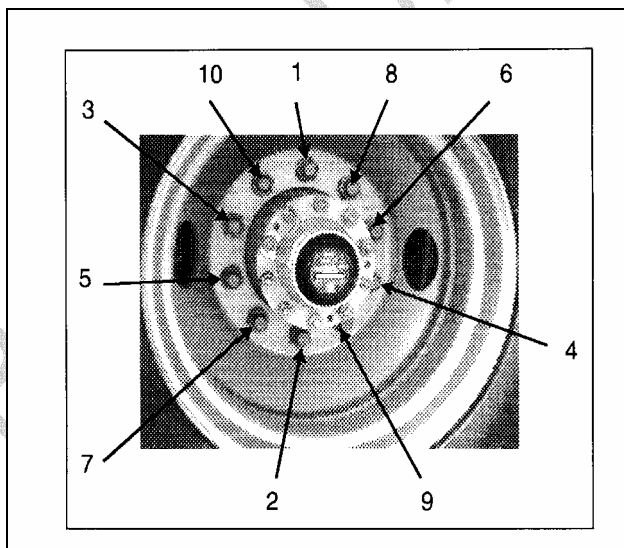

FIGURE 8: ORDRE DE SERRAGE
21. Reposer les garde-boue et les roues et serrer les écrous des roues selon l'ordre indiqué à la figure 8 au couple de 610 - 680 N•m (450 - 500 lbf•pi).